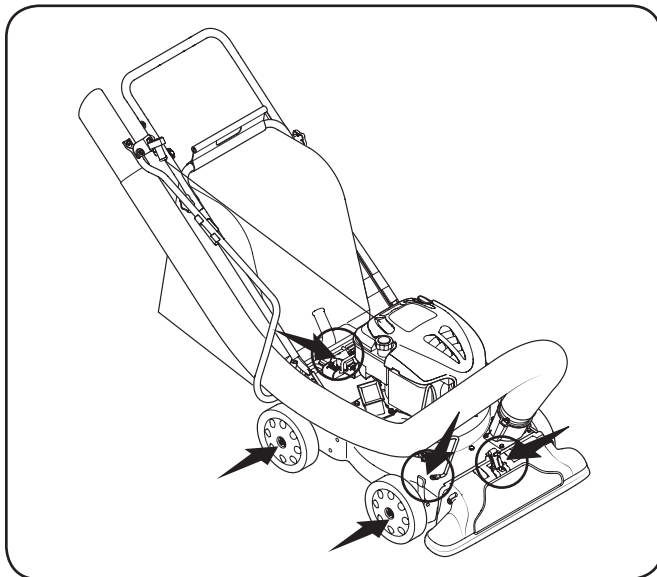

Figura 6-1
4. Lubrique la palanca del pico / manguera de la aspiradora que la unen a la ménsula de montaje. Ver la Figura 6-1.